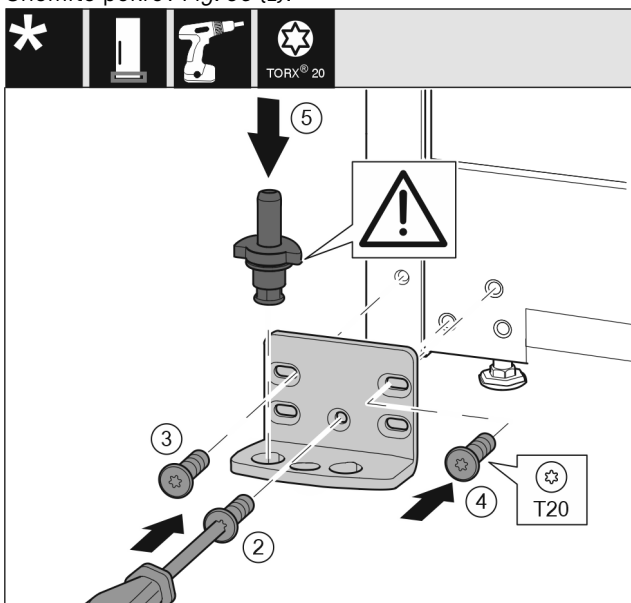

Fig. 31
- ▶ Ležajni podstavek namestite na drugo stran in ga po s pomočjo izvijača. Pričnite z vijakom Fig. 31 (2) spodaj na sredini.
- ▶ Privijte vijak Fig. 31 (3) in vijak Fig. 31 (4).
- ▶ Vstavite ležajni sornik Fig. 31 (5) do konca. Pri tem pazite na to, da je zaskočni zapah obrnjen nazaj.